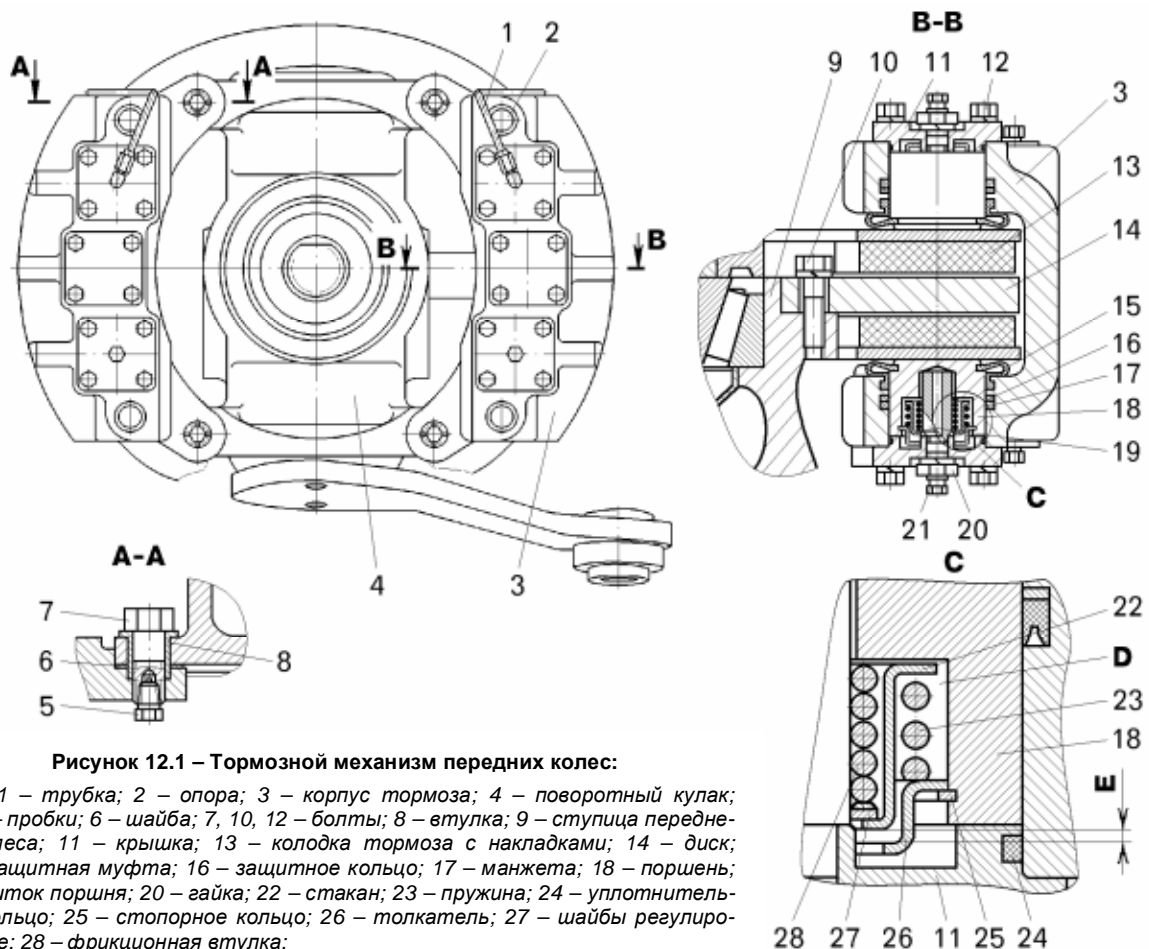

Рисунок 12.1 – Тормозной механизм передних колес:
Корпус тормоза 3 (рисунок 12.1) крепится двумя болтами 7 к поворотному кулаку. Тормозной диск 14 крепится болтами к ступице 9 переднего колеса. В корпусе тормоза выполнено шесть цилиндров (по три с каждой стороны), в которые вставлены поршни 18, на опорах 2 корпуса тормоза установлены две колодки тормоза с накладками 13. Поршень по наружному диаметру уплотняется резиновой манжетой 17 с защитным кольцом 16, а муфта 15 защищает от попадания грязи на рабочую поверхность поршня. Снаружи цилиндры закрыты крышками 11. Цилиндры между собой соединены каналами для подвода рабочей жидкости под поршень.
- отсоединить трубопроводы тормозной системы, необходимые для снятия корпусов 3 тормоза (смотри рисунок 12.1);
- отвернуть, предварительно вывернув пробку 5 (смотри рисунок 12.1) верхний болт 7 крепления корпуса 3 к поворотному кулаку 4, отпустить, предварительно вывернув пробку 5 нижний болт 7, полностью вывернуть верхний болт и придерживая корпус тормоза опустить его до упора вниз, поворачивая на нижнем болту;
- вывернуть пробку 21 (смотри рисунок 12.1) из штока 19;
- проверить усилие перемещения фрикционной втулки 28 (смотри рисунок 12.1) относительно штока 19. Усилие должно быть в пределах 2000 – 3000 Н;
- Размер E (смотри рисунок 12.1) должен быть 1,0 – 1,5 мм и обеспечивается подбором регулировочных шайб 27.